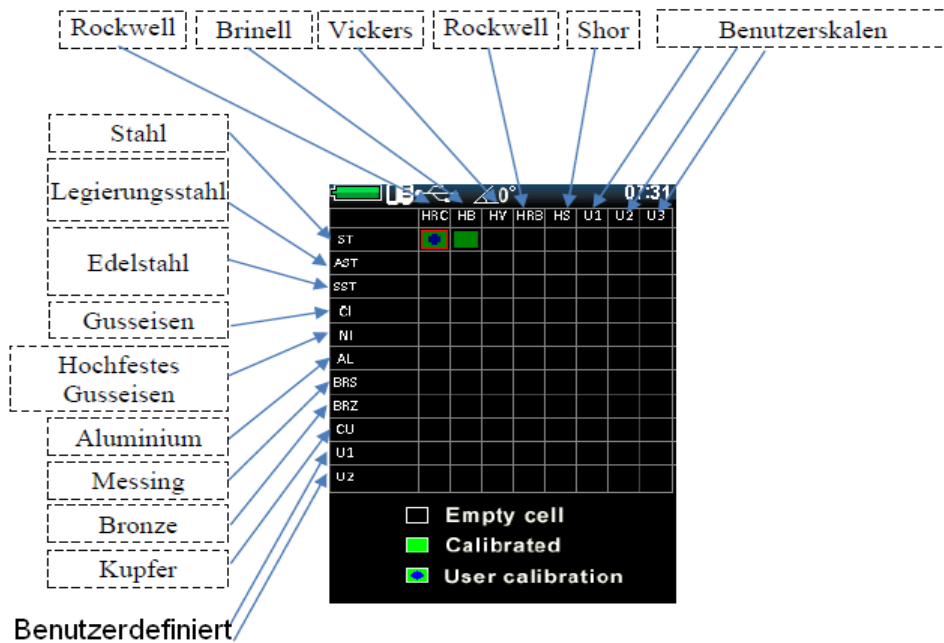

Abb. 2.27 - Kalibrierungsmodus
1. Wählen Sie im Hauptmenü die Option <CALIBRATION - KALIBRIERUNG>. Jede Tabellenzelle entspricht einer bestimmten Kalibrierungsskala für ein bestimmtes Material (Abb. 2.27). Alle Kalibrierungen können für jedes Material und jede Skala kalibriert werden und werden daher getrennt, um Kalibrierungssätze zu systematisieren.